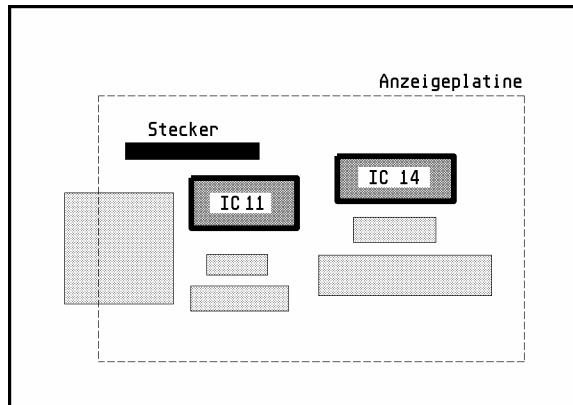

Bild 6.1
- Die Lage der Programmspeicher-Bausteine, der sogenannten EPROMs, ist in Bild 6.1 skizziert: es sind die IC11 und IC14.